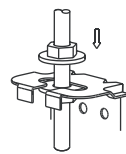

Fig.5-5
- Instale firmemente el aparato de aire acondicionado, apriete las tuercas después de haber ajustado bien la posición del cuerpo (Ver la Fig. 5-5).